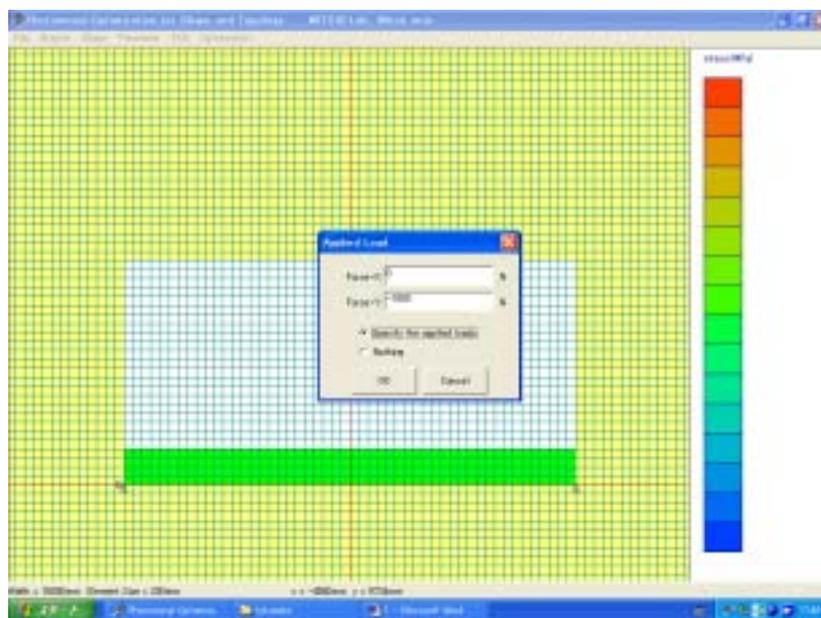

Fig.8
7. 次に、構造物に作用する外力を設定します。Parameter メニュー内の Applied Load を選択します。この例では Force-Y に - 1000N を入力し、Specify the Applied Load をクリックして荷重設定を有効にします。(Fig.8)